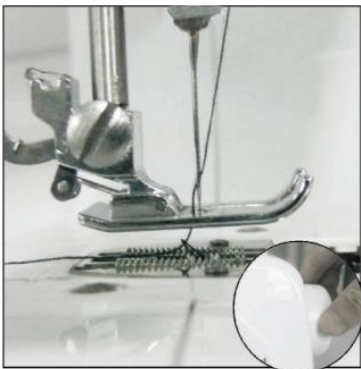

Abb. 9
- 3) Halten Sie das Ende des Oberfadens mit einer Hand und drehen Sie mit der anderen Hand das Handrad gegen den Uhrzeigersinn. Der Nadelfaden wird den Spulenfaden aufnehmen und ihn nach oben durch das Loch unter der Nadel ziehen (Abb. 9).